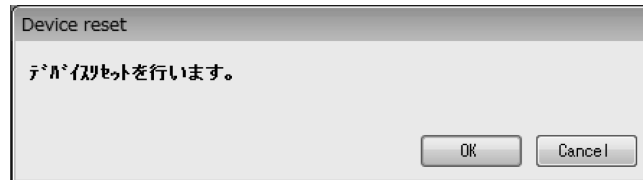

図166
- ① メニューの「Maintenance (M)」>「Device reset」をクリックします。
- ② 次のウィンドウ(図166)が表示されます。